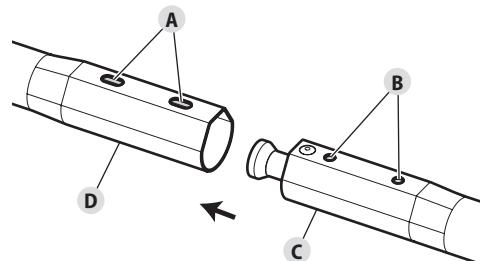

Fig. 5
2. Retournez la partie supérieure de l'unité. Les orifices situés sur le coupleur doivent être orientés vers le haut (Fig. 5-A).
3. Retournez la partie inférieure de l'unité. Les orifices situés sur le tube inférieur de l'arbre doivent être orientés vers le haut (Fig. 5-B).
4. Enfoncez le tube inférieur de l'arbre (Fig. 5-C) dans le coupleur (Fig. 5-D). Les orifices situés sur le tube inférieur de l'arbre devraient s'enligner avec ceux du coupleur.